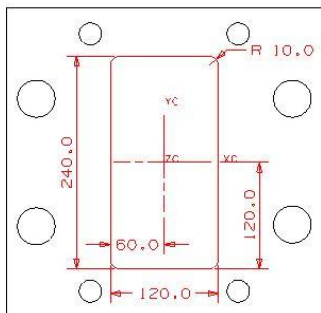

图5-74
8. 在键盘上按 **Ctrl+M** 组合键将模具转为建模界面。在【成形特征】工具条中单击【草图】按钮，弹出【选择】悬浮工具条，然后以默认平面作为草绘平面绘制草图轮廓，如图 5-74 所示。